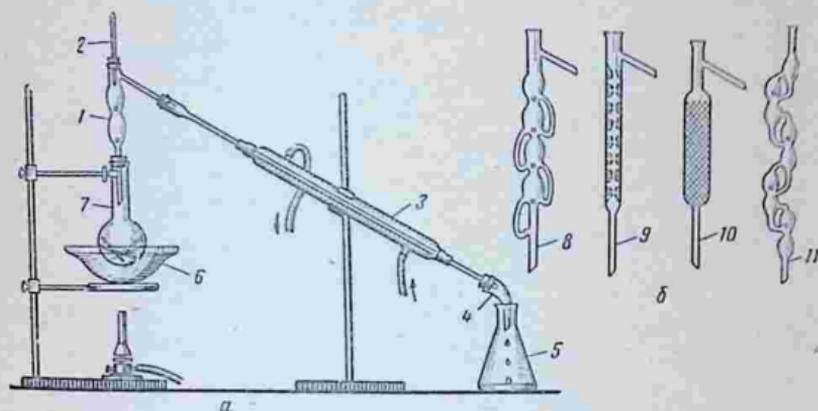

Рис. 82. Перегонка с дефлегматором:
В лабораторных условиях более полное разделение достигается применением специальных приспособлений, называемых *дефлегматорами* (рис. 82). Они предназначены для частичной конденсации паров до их отвода в холодильник; при этом в первую очередь конденсируются соединения с более высокой температурой кипения, которые возвращаются обратно в колбу, вследствие чего паровая фаза обогащается низкокипящими компонентами.
* Если перегонка проводится с дефлегматором, то пользуются круглодонной колбой (рис. 82).